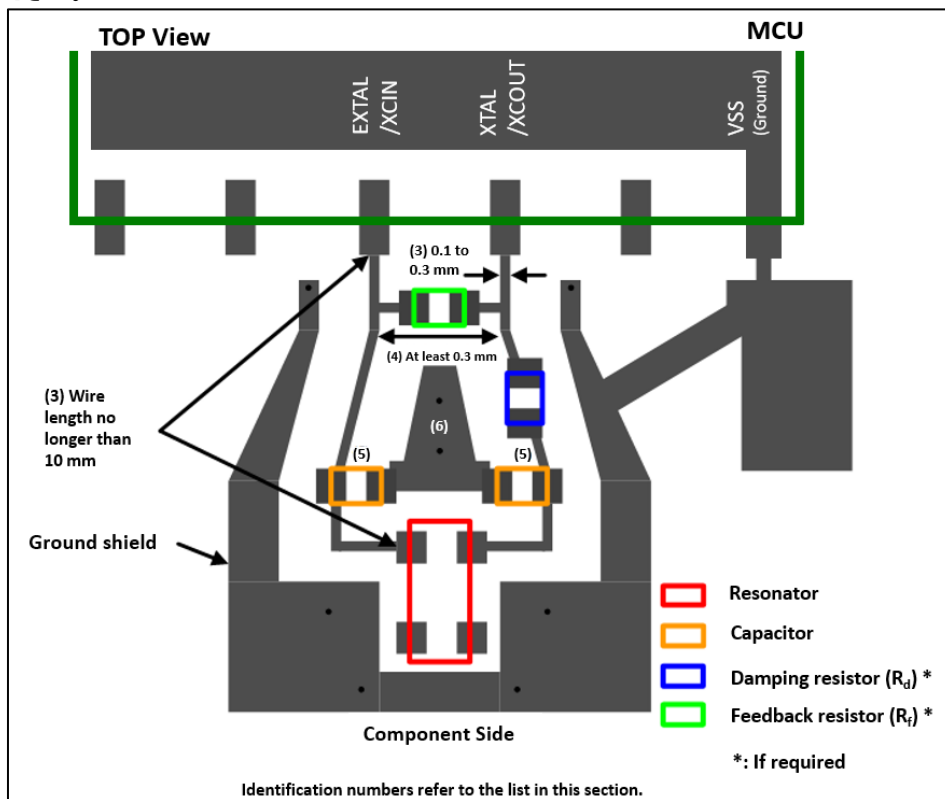
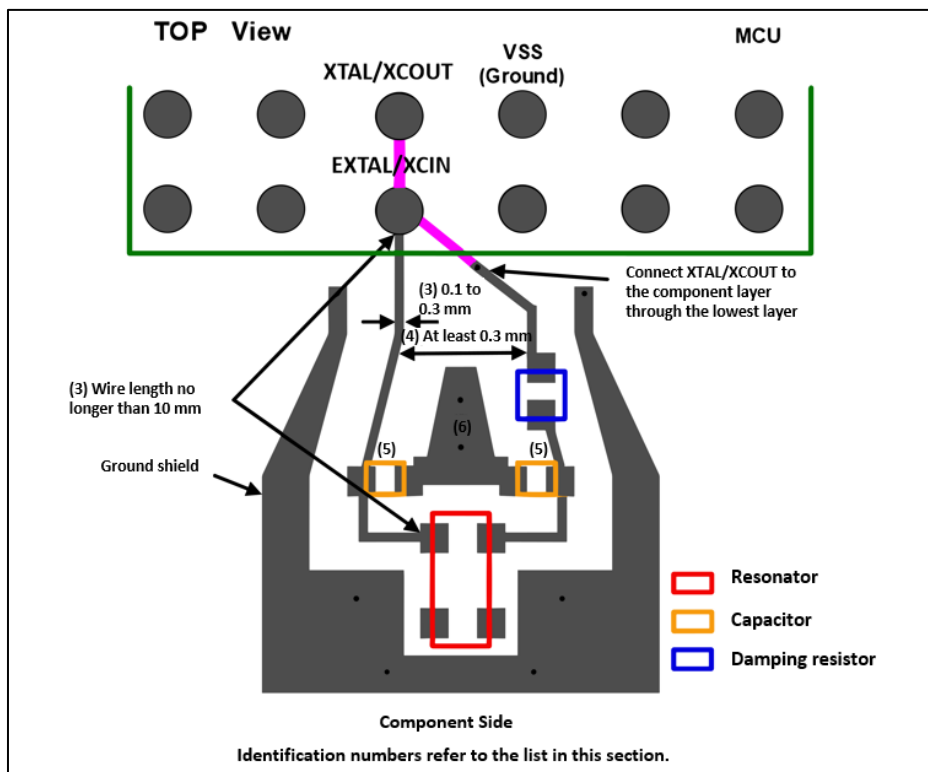
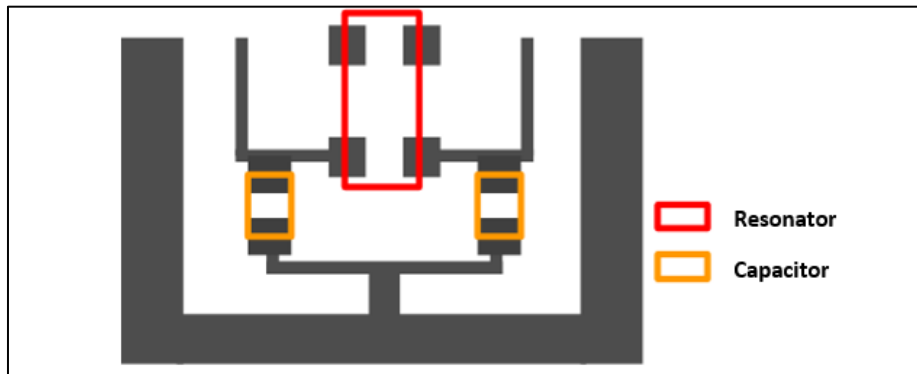

図 19 EXTAL/XCIN、XTAL/XCOUT 配線のパターン例：LQFP パッケージ
図 21 EXTAL/XCIN、XTAL/XCOUT 配線のパターン例 : BGA パッケージ
図 22 2つの外部容量を MCU 付近に配置することが難しい場合のパターン例
(1)~(6)にEXTAL/XCIN、XTAL/XCOUT配線の要点を示します。また、図19~図22にパターン例を示します。
- (1) EXTAL/XCIN、XTAL/XCOUT配線は他の信号線と交差させないでください。
- (2) EXTAL/XCIN、XTAL/XCOUT配線にテスト端子を設けないでください。
- (3) EXTAL/XCIN、XTAL/XCOUT配線の幅は0.1 mm~0.3 mmとし、MCUの端子から発振子の端子までの配線長はできるだけ10 mm 以内にしてください。
- (4) EXTAL/XCIN端子に接続した配線とXTAL/XCOUT端子に接続した配線は、できるだけ(少なくとも0.3 mm 以上の)間隔をあけてください。
- (5) 2つの外部負荷容量を最短距離の配線で接続し、その配線を部品面にあるグランドパターン（以下、グランドシールドとする。詳細については6.1.2章を参照してください。）に接続してください。基板のMCU付近に余地が無くて外部負荷容量を図19~図21のようにMCUの近くに配置できない場合は、図22のように配置してください。
- (6) EXTAL/XCIN、XTAL/XCOUT間の寄生容量を減らすために発振子とMCUの間にグランドパターンを設けてください。